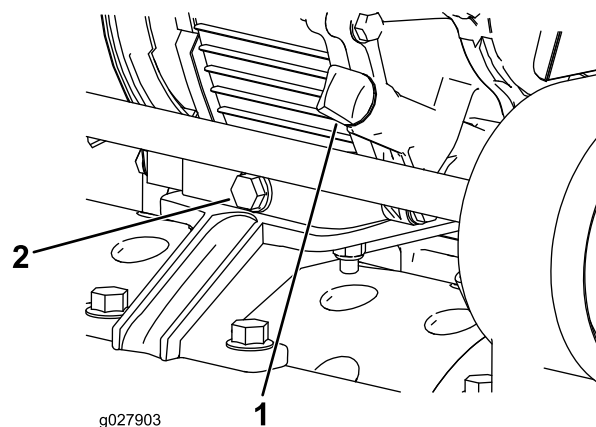

Figura 23
1. Posizionate la macchina in modo che il motore sia a livello e pulite attorno al misuratore del livello dell'olio (Figura 23).
2. Collocate una bacinella sotto il tappo di spurgo, dietro la macchina (Figura 23).